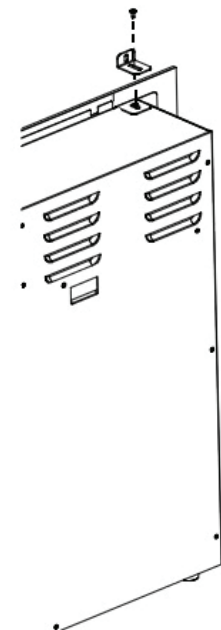

Fig. 2
- Utiliser les 2 supports métalliques (fournies) pour verrouiller l'appareil au mur (**Fig. 2**).